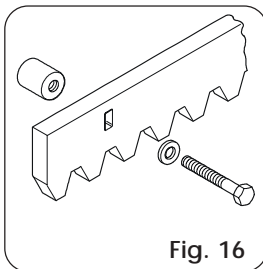

Fig. 16
4.4.2. STEEL RACK TO BE BOLTED (Fig. 16)